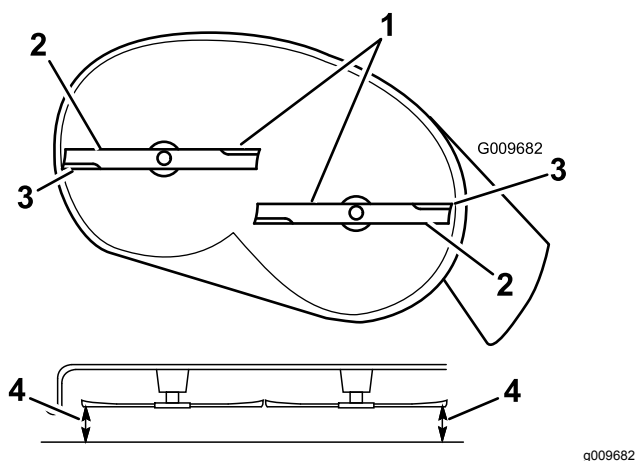

Figure 54
4. Faites pivoter les lames avec précaution pour qu'elles soient toutes parallèles (Figure 54).
5. Mesurez la distance entre les tranchants extérieurs et le sol plat (Figure 54). Si les deux mesures diffèrent de plus de 5 mm (3/16 po), un réglage s'impose. Poursuivez la procédure.